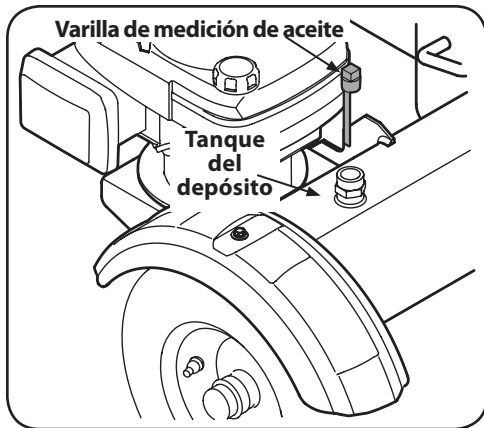

Figura 2-9
2. Retire la varilla del depósito venteada que se encuentra delante del motor, sobre el tanque de depósito. Vea la Figura 2-9.